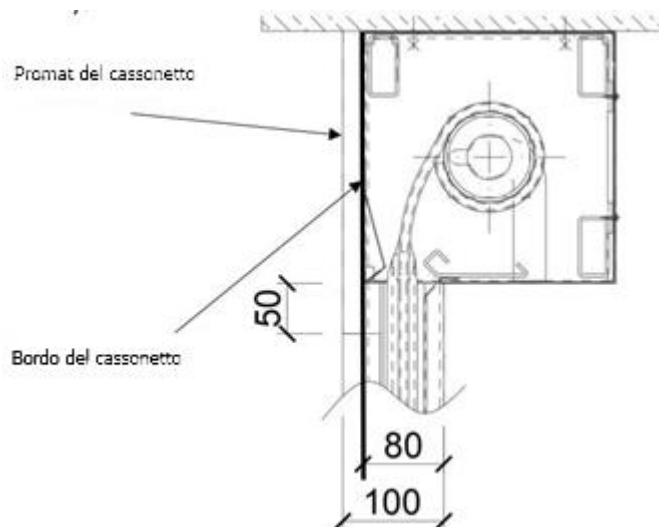

Fig. 21. Applicazione del promat al cassonetto
- 7) Dopo lo svolgimento del manto, applica il Promat 20 mm al cassonetto sul lato di uscita, Fig. 21.